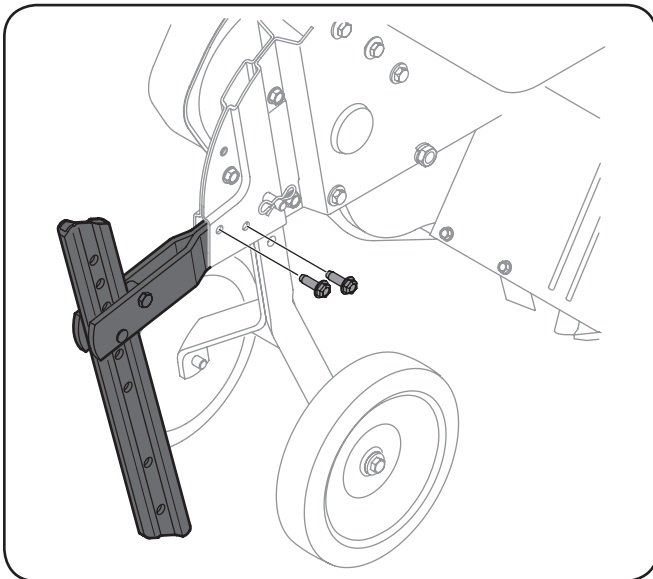

Figura 3-4
2. Retire los dos tornillos del soporte en el caso de la cadena. Vea la Figura 3-4.
3. Inserte el soporte horizontal en los soportes de caja de la cadena y asegure el conjunto de la estaca de profundidad en su lugar con los tornillos que acaba de sacar en el paso 1. Véase la Figura 3-4.